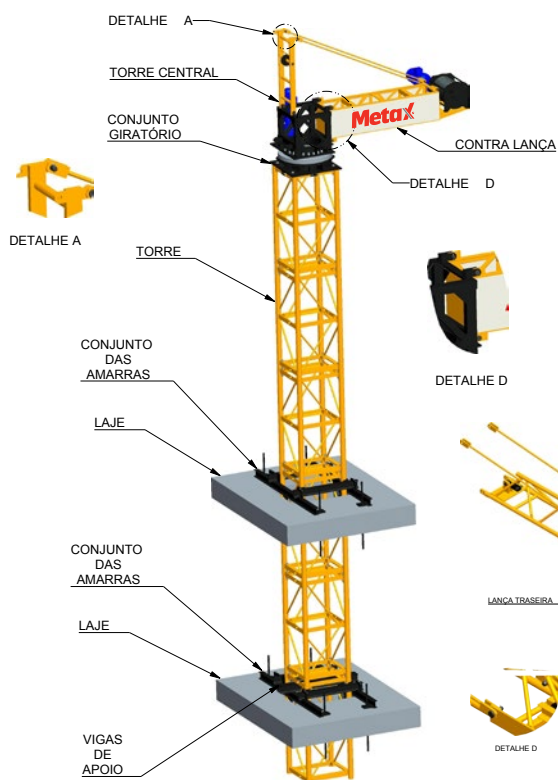

Figura 6
- Montar a Contra Lança no Conjunto Giratório e os Tirantes Menores na Torre Central com pinos e cupilha (Figura 6);